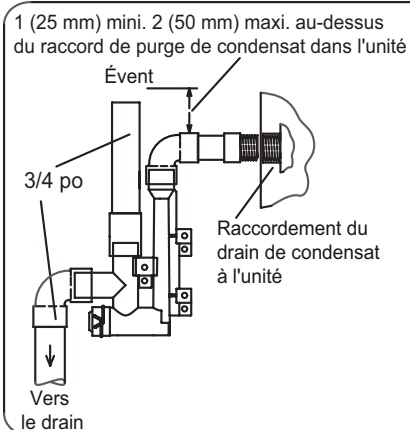

FIGURE 48
- 3 - Installez le bouchon sur l'ouverture de nettoyage à la base du purgeur. Fixez avec le collier. Reportez-vous à la Figure 48.
- 4 - Installez le purgeur avec des raccords en PVC appropriés et collez tous les joints. Collez le purgeur fourni comme illustré à la FIGURE 48. Acheminez le conduit de condensat jusqu'à un drain ouvert.